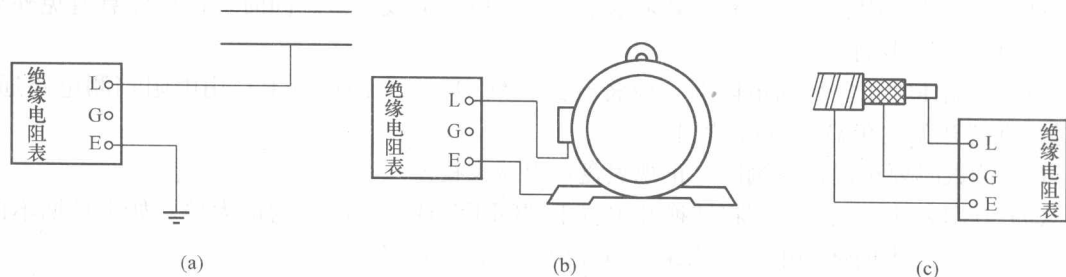

图 1-13 绝缘电阻表测量绝缘电阻示意图
(2) 测量方法。将仪表放平，被测设备接在绝缘电阻表端钮“L”和“E”间，如图 1-13 所示，为去除表面泄漏的影响，应将产生泄漏的绝缘体表面接到“G”端子。按顺时针方向由慢到快摇动手柄，待调速器发生滑动后，便可保持 120r/min 均衡转速使表针稳定下来，并读数。应注意：由于被测设备有电容等充电现象，因此要摇测 1min 后再读数。如果摇动手柄后指针即甩到零值，则表示绝缘已损坏或被测设备短路，不能再继续摇动手柄，否则将使表内线圈过流烧毁。